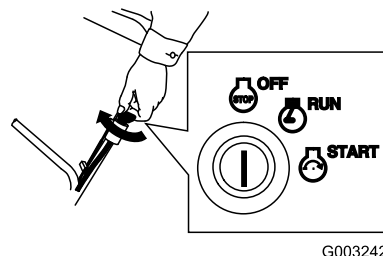

Figure 28
1. Tournez la clé de contact en position Contact coupé (Figure 28).